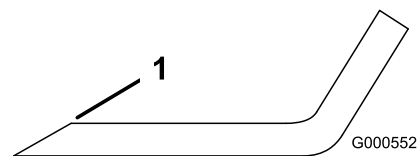

Bild 57
1. Schärfen Sie die Schnittkante an beiden Enden des Schnittmessers mit einer Feile (Bild 57).
Hinweis: Feilen Sie, wenn das Schnittmesser nicht ausgewuchtet ist, vom Flügelbereich des Messers etwas Metall ab (Bild 57).